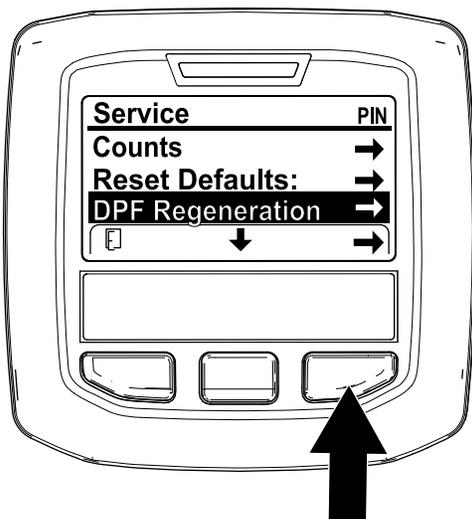

Figura 35
- Accedete al menu Manutenzione (Service) e premete il pulsante centrale per scorrere il menu verso il basso fino all'opzione DPF REGENERATION (Figura 35).
- Premete il pulsante destro per selezionare la voce DPF Regeneration (Figura 35).